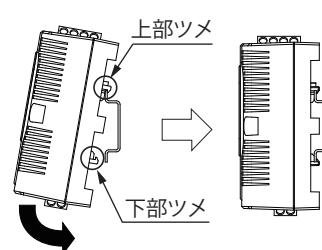

図9
2. 上部ツメを IEC(DIN) レールに引っ掛けた状態で、下部ツメを IEC(DIN) レールに押し当ててカチッと音がするまではめ込みます。(図9)